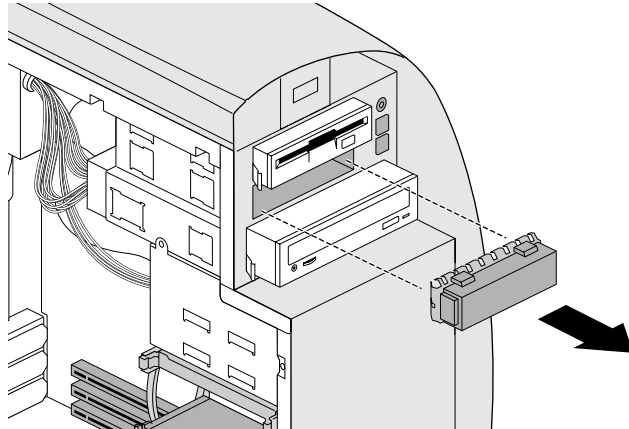

Abbildung 4-4 Entfernen einer Blende von einem Einschub für Wechselplatten-Laufwerke
7. Wenn die Laufwerksöffnung von einer Blende verschlossen ist, entfernen Sie diese wie in Abbildung 4-4.